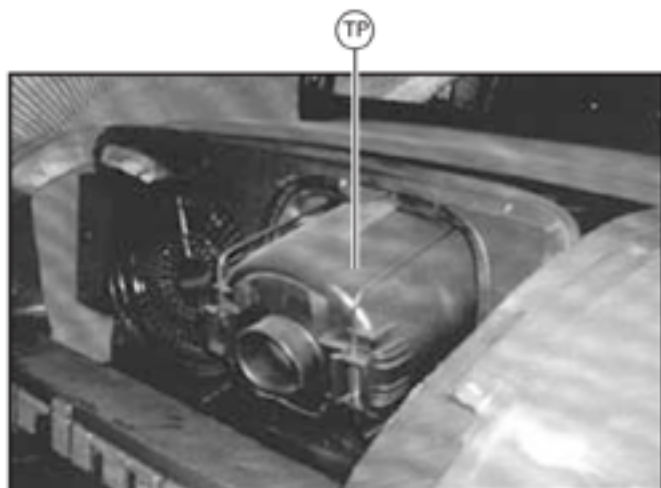
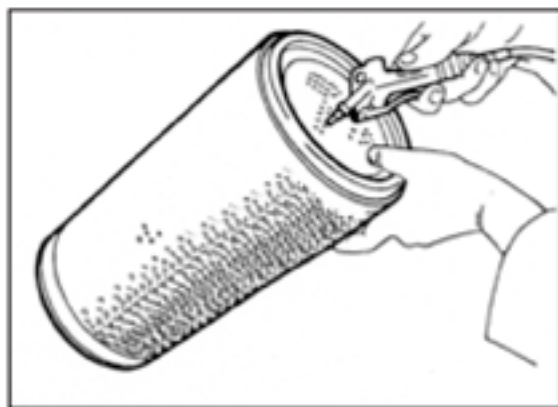

Fig. 8
Fig. 9
- 2) Prestar atención especial al filtro del aire. Presionar la válvula de evacuación para sacar el polvo acumulado y limpiar todo el exterior, especialmente la boca de aspiración (Fig. 8).
- 2) Pay special attention to the air filter. Press the evacuation valve to take out the dust accumulated inside and clean the exterior, specially the intake mouth (Fig. 8).
- 2) Prêter attention spécial au filtre d'air. Presser la valve d'évacuation pour faire sortir la poussière accumulée dans l'intérieur et nettoyer tout l'extérieur, spécialement la bouche d'aspiration (Fig. 8).
- 2) Limpiar el filtro del aire (Fig. 8) antes de soltar la tapa TP, presionar la válvula para sacar el polvo acumulado. Desmontar la tapa TP y sacar los filtros y limpiarlos con aire a presión (Fig. 9). limpiar el interior del cuerpo del filtro y todo el exterior. Cada 5 limpiezas SUSTITUIR los elementos filtrantes. Al realizar el montaje asegurarse del correcto encaje de la tapa TP.